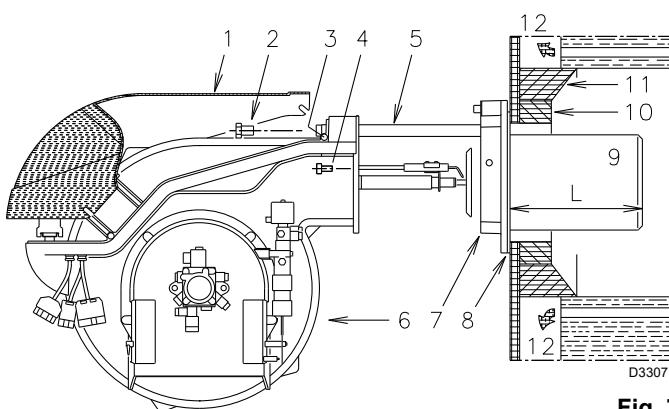

Fig. 7
4.4 Lunghezza boccaglio (Fig. 7)
Per le caldaie con giro dei fumi anteriore 12), o con camera ad inversione di fiamma, eseguire una protezione in materiale refrattario 10) (Fig. 7), se non vi è espressa richiesta del costruttore della caldaia.
Per le caldaie con il frontale raffreddato ad acqua non è necessario il rivestimento refrattario 10)-11) (Fig. 7), se non vi è espressa richiesta del costruttore della caldaia.
Effettuata questa eventuale operazione, fissare la flangia 7) (Fig. 7) alla piastra della caldaia interponendo la guarnizione 8) data a corredo. Utilizzare le 4 viti pure date a corredo dopo averne protetto la filettatura con prodotti antigrippanti (grasso per alte temperature, compounds, graffite).
- Aprire il bruciatore sulle guide come in (Fig. 7 pag. 10).